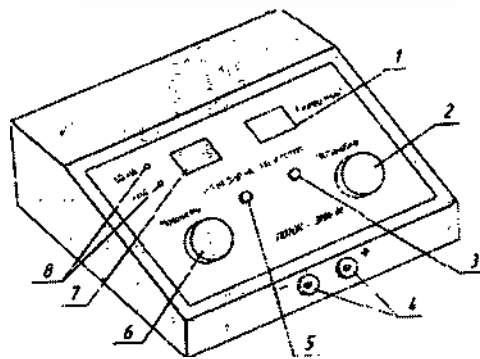

Рисунок 1. Аппарат для гальванизации и проведения электрофореза «ПОТОК-ЭМА-Н».
- 4.2 На лицевой панели аппарата (рисунок 1) расположены органы управления и индикации.